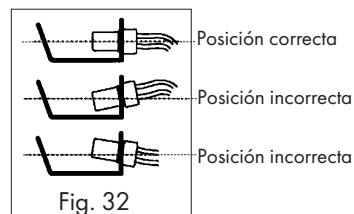

Fig. 32
- Sustituya la photocélula. Para la posición correcta de la photocélula, véase la Fig. 32